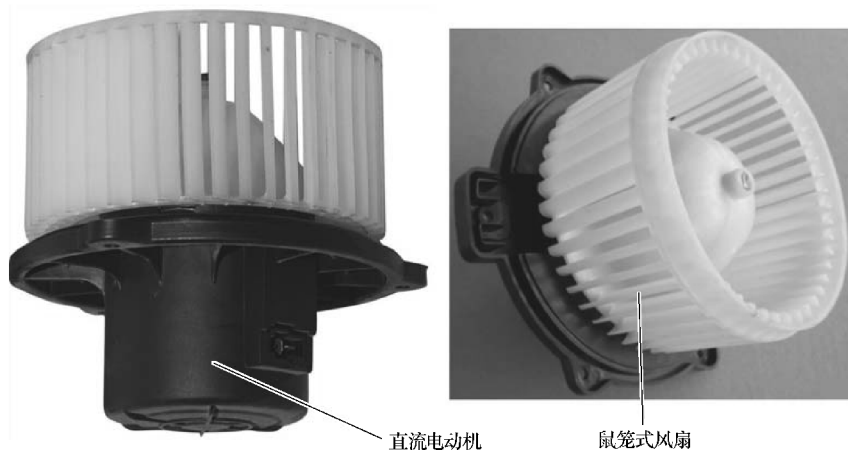

图 7-4 鼓风机的外观及结构
(3) 鼓风机 如图 7-4 所示,鼓风机由可调节速度的直流电动机和鼠笼式风扇组成,其作用是将空气吹向加热器芯,使空气与加热器芯中的冷却液进行热交换,冷风经加热后送入车室内。调节电动机的转速,就可以调节空调系统对车厢内的送风量。